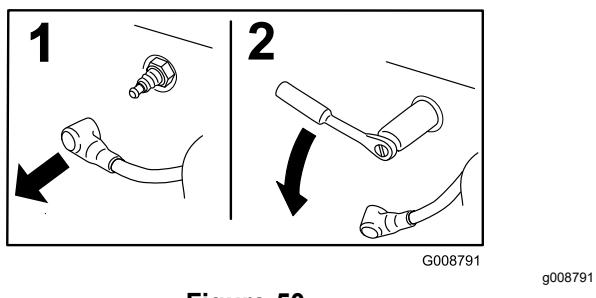

Figure 50
5. Détachez les capuchons des bougies (Figure 50).